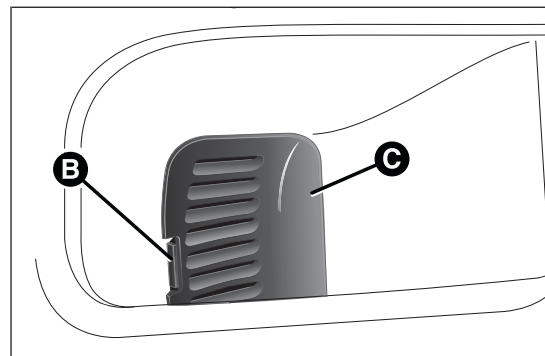

fig. 170
- ☐ agendo sulla linguetta B fig. 170 rimuovere il coperchio di protezione C (ubicato sulla parte laterale del bagagliaio);